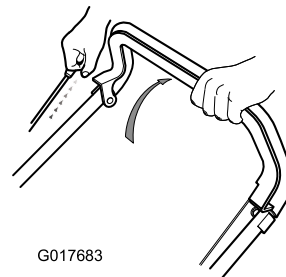

Figure 12
1. Maintenez la barre de commande du moteur contre le guidon (Figure 12).
2. Tirez sur la poignée du lanceur (Figure 12).